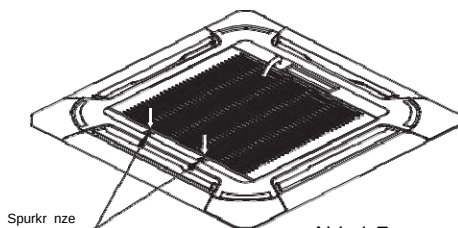

Abb.1-7
- Drehen Sie die Spürkranze des Gitters nach innen und danach ziehen Sie sie nach oben (Siehe Abb.1-7).